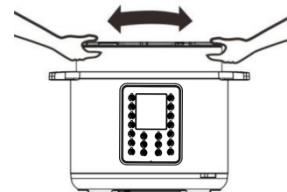

Figura 14
Controla i dacă vasul interior, în care este amplasată placa de încălzit (14), este curat și uscat înaintea introducerii oalei interioare (6) în oala sub presiune și potrivi i oala în așa fel încât să asigura i un contact optim între oala interioară și placa de încălzit (14) (Figura 14)
NOTĂ: Supapa de presiune nu poate fi trecută în pozi ia „Eliberare” imediat după fierbere, dacă folosi i func iile precum piure sau supă. IMPORTANT este ca supapa de sigurană (5) să cadă înainte să încerca i să deschide i capacul (Figura 14).